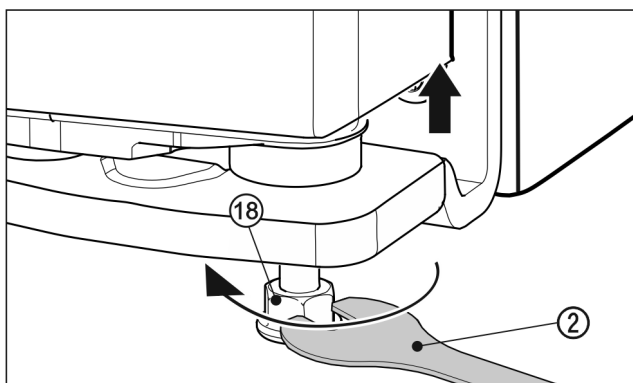

Fig. 26
- ▶ Чтобы поднять дверцу, выверните вправо установочную опору Fig. 26 (18) с помощью прилагаемого вилчатого ключа Fig. 26 (2) до соприкосновения с полом. Затем продолжите выворачивание, пока дверь не будет отрегулирована по высоте. При поставке опорный палец полностью вкручен.